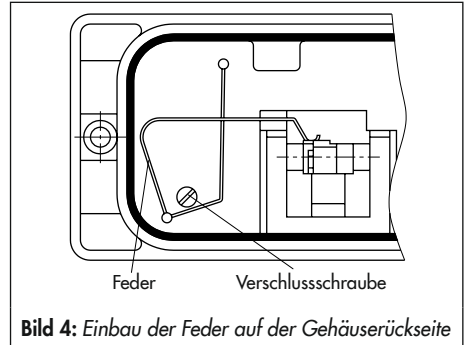

Bild 4: Einbau der Feder auf der Gehäuserückseite
7. Verschlusschraube auf der Stellungsreglerrückseite (Bild 4) entfernen und den seitlichen Stelldruckausgang „output“ mit dem Verschlussstopfen aus dem Zubehör verschließen.
8. Stellungsregler so montieren, dass sich die Bohrung in der Zwischenplatte (15) mit dem Dichtschlauch in der Bohrung des Antriebsjochs deckt.
Der Anbau erfolgt über ein Adaptergehäuse (Bild 6). Dabei wird der Hub des Stellventils über den Hebel (18) und die Welle (25) auf den Winkel (28) des Adaptergehäuses übertragen und auf den Übertragungsstift (27a) am Hebel des Stellungsreglers weitergeleitet. Damit der Übertragungsstift (27a) im Winkel (28) richtig anliegt, ist die dem Zubehör beiliegende Feder nach Bild 4 auf der Rückseite des Stellungsreglergehäuses einzuhängen.